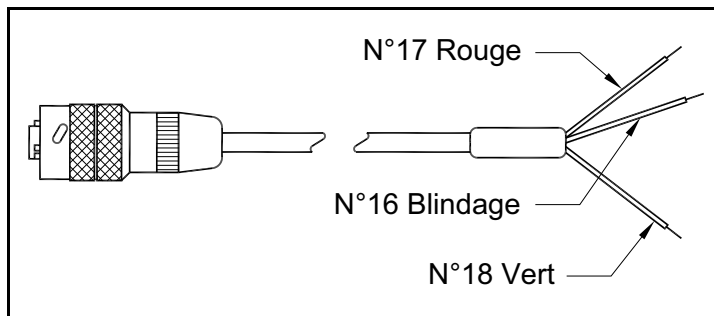
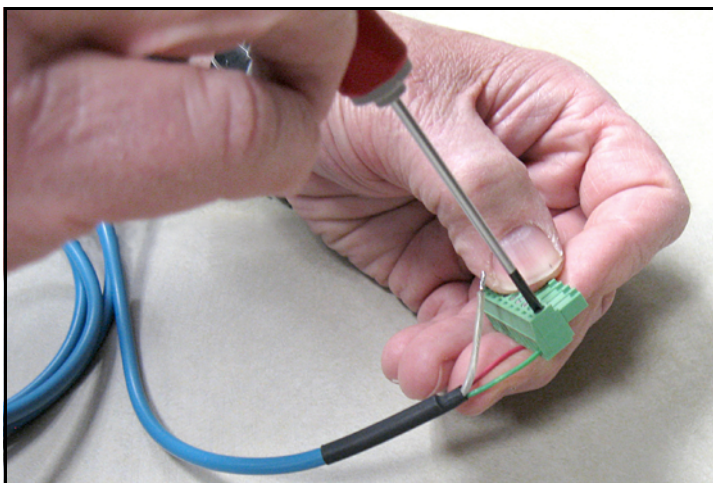

Figure 24: Connexions du câble de sonde M Series
Figure 25: Réalisation des connexions du câble de la sonde au connecteur
- Reportez-vous à la *Figure 24* ci-dessous et à la *Figure 25* on page 21 pour relier l'extrémité du câble de la sonde présentant les trois conducteurs aux broches 16, 17 et 18 du bornier inférieur.